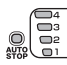

Fig. 17
- (2) Sélecteur de mode d'arrêt automatique (Fig. 17)